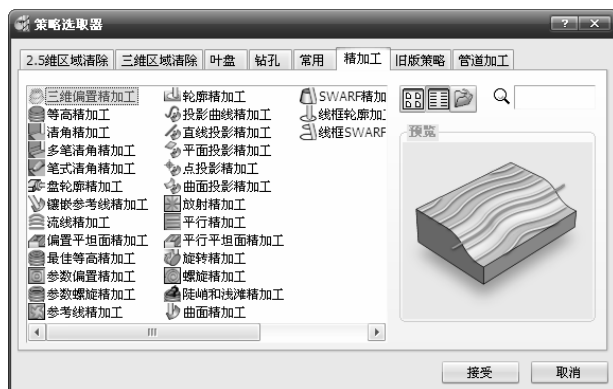

图 3-63 “策略选取器”对话框
1) 单击主工具栏上的“刀具路径策略”按钮，弹出“策略选取器”对话框，单击“精加工”选项卡，在弹出的精加工策略选项中选择“三维偏置精加工”加工策略，如图 3-63 所示。单击“接受”按钮完成。